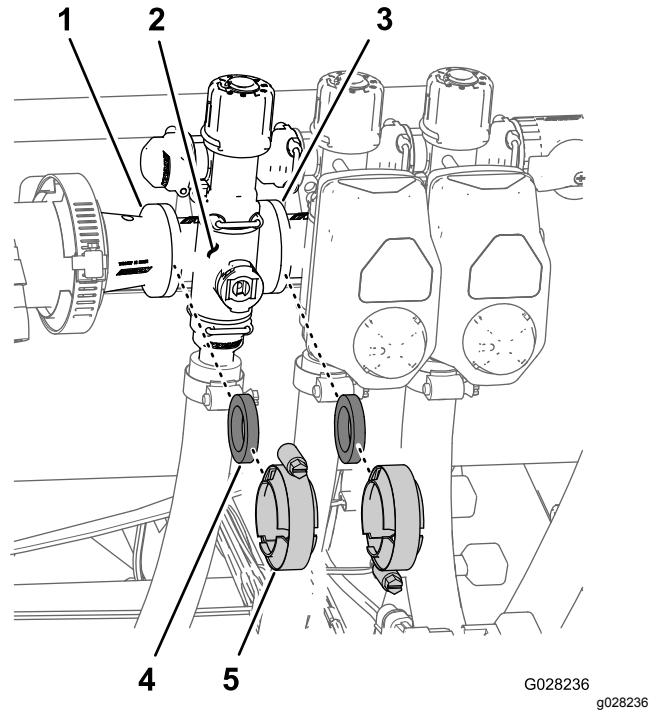

Figura 68
1. Retire las abrazaderas y las juntas que sujetan el distribuidor de la válvula de sección (Figura 68) a la válvula de sección adyacente (si es la válvula de sección de la izquierda, al racor reductor).